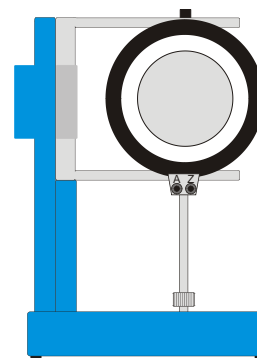

Fig. 2 Inserire la bobina
- Collocare il tubo a 90° rispetto alla sua normale posizione sul portatubi (vedi fig. 2).